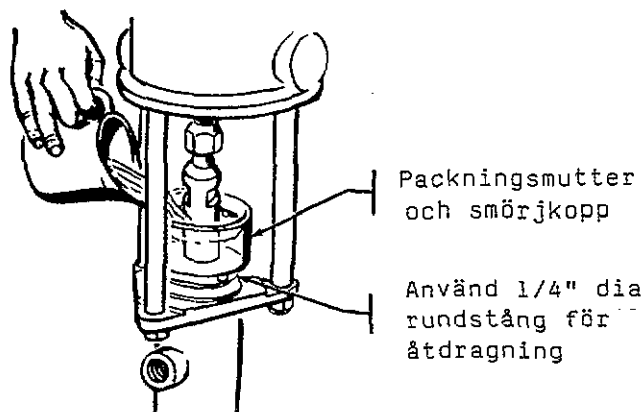

Fig 2
Håll smörjkoppen (4) fylld med Graco TSL-olja för att skydda halspackningarna mot slitage pga torkad färg på kolvstången. Kontrollera en gång i veckan att packningsmuttern är åtdragen. Packningsmuttern skall dras så hårt att den förhindrar läckage - inte hårdare. Se fig 2. Följ alltid ANVISNINGAR FÖR TRYCKAVLASTNING på sid 2 innan packningsmuttern justeras.